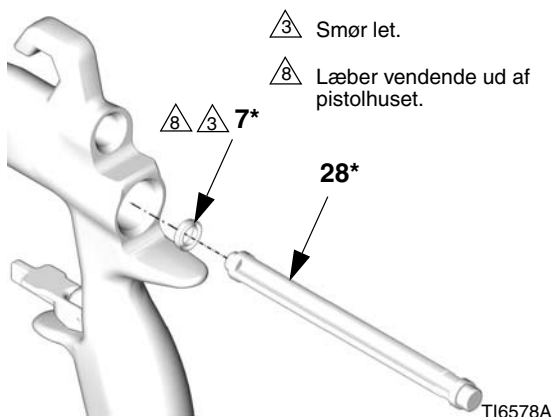

FIG. 41
3. Anbring den nye U-skål (7\*) på pakningsmonteringsværktøjet (28\*) med U-skålens læber vendende mod værktøjet som vist på FIG. 41. Skub U-skålen ind i pistolens bagstykke, indtil du tydeligt føler, den går i indgreb.